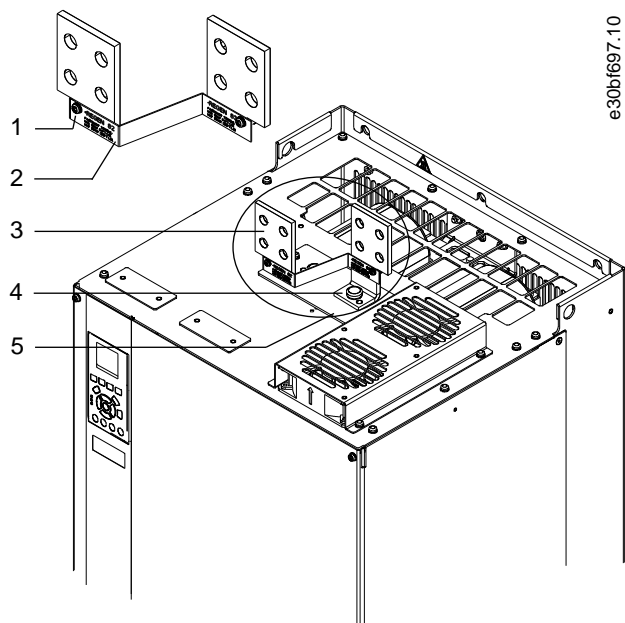

Рисунок 16: Клеммы цепи разделения нагрузки/рекуперации
5. Перед клеммами установите шильдик, как показано в разделе Рисунок 16. Закрутите два винта M4 с усилием затяжки 1,2 Н·м (10 дюйм-фунтов).